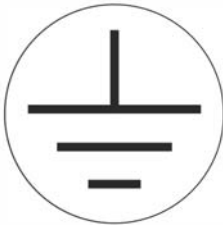

Imagen 2.19. Símbolo de conductor de protección
5. Conecte los tres cables de alimentación (L1, L2, L3) y el conductor de protección PE a sus cajas de bornes. El conductor de protección está marcado con el símbolo que aparece en la imagen 2.19.